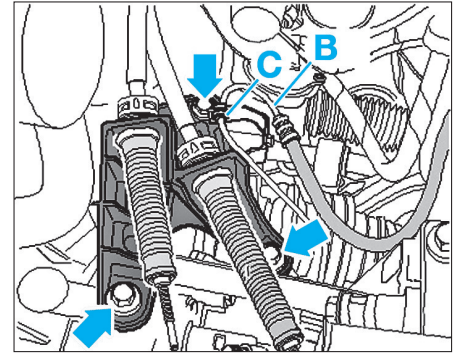

FIG. 5
- le segment d'arrêt (4) pour le câble de commande des vitesses (A),
- le levier de commande des vitesses (A) en dévissant l'écrou (5),
- le contre-palier des câbles de commande et de sélection (Fig.5).